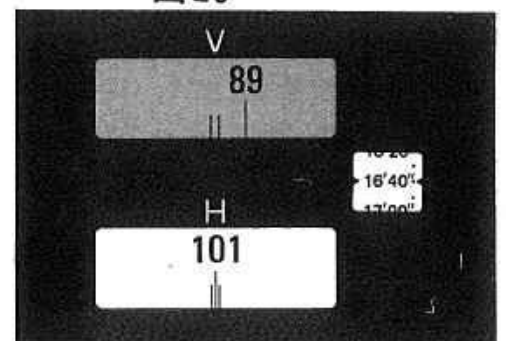

図21
5) 水平固定つまみ⑧をゆるめ、目標Bを視野に入れ、水平固定つまみを締めて、水平微動つまみ⑨で正確に視準を行ないます。
6) マイクロメータ接眼レンズ⑭を覗き、マイクロつまみ③を回して水平角を読み取ります。(図21)